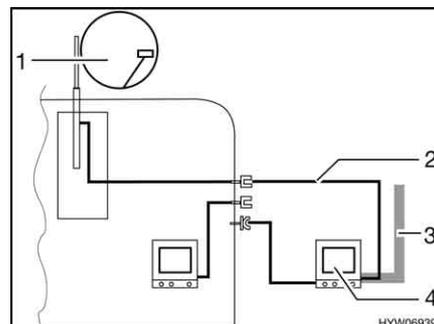

Fig. 175 TV en el área bajo el toldo
- TV en el área bajo el toldo (Fig. 175,4): Conexión a la antena del techo (Fig. 175,1) con el cable de conexión (Fig. 175,2)
- TV en el área bajo el toldo (Fig. 175,4): Conexión a antena externa (Fig. 175,3)